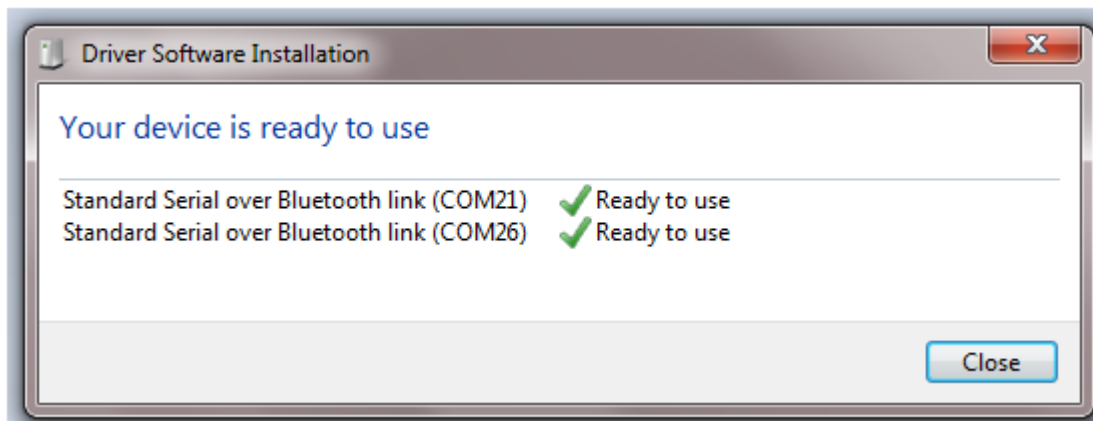

Figura 13: Portas seriais reconhecidas pelo sistema operacional.
**IMPORTANTE:** Clique neste ícone. A janela da figura 13 surgirá. Note que há duas portas seriais reconhecidas. Anote o valor da primeira porta serial COM. No caso do exemplo abaixo a COM21. Este parâmetro será usado para comunicar com o registrador.